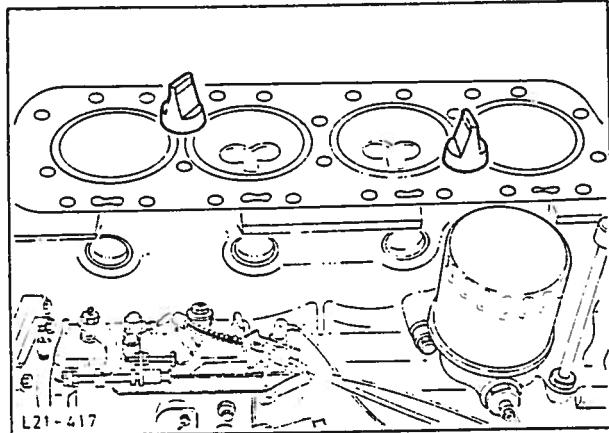
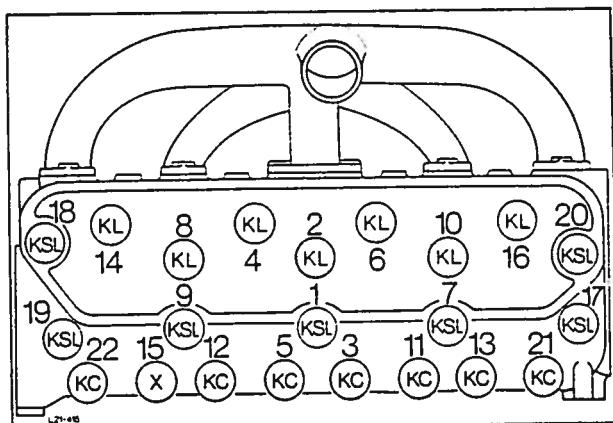

Fig. 110 Fest sylinderforingene med spesialverktøy 21-088.
Fig. 111 Tiltrekkningsrekkefølge for topplokksbolter.
12. Skru ut topplokksboltene (22). Løsne topplokket i motsatt rekkefølge i forhold til tiltrekkingen (tiltrekkingsrekkefølge, se fig. 111). Løft av topplokket komplett med innsugnings- og eksosmanifold. Ta vekk toppakningen og fest deretter sylinderforingene med spesialverktøy 21-088, fig. 110.
Trekk til topplokksboltene i tre trinn (se tekniske data) ved bruk av spesialverktøy 21-087. Trekk til som vist i fig. 111 og med angitt moment.